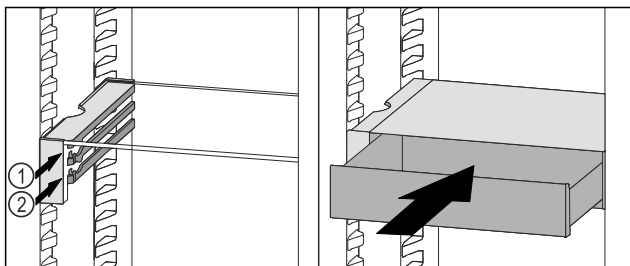

Fig. 129
- Placer le tiroir VarioSafe derrière les butées sur la nervure désirée Fig. 129 (1) ou Fig. 129 (2).